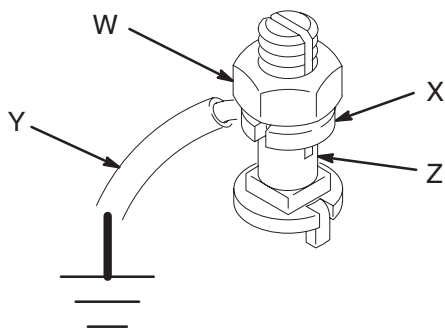

Fig. 2
*Övriga pumpar:* använd en jordledning och klämma. Se Fig. 2. Lossa muttern för jordningshylsan (W) och bricka (X). Stick in ena änden av en jordningskabel med minst 1,5 mm2 tvärsnittsarea (Y) i skåran på hylsan (Z) och dra åt muttern ordentligt. Anslut kabelns andra ände till jord. Beställningsnummer för jordkabel och klämma är: 237569.